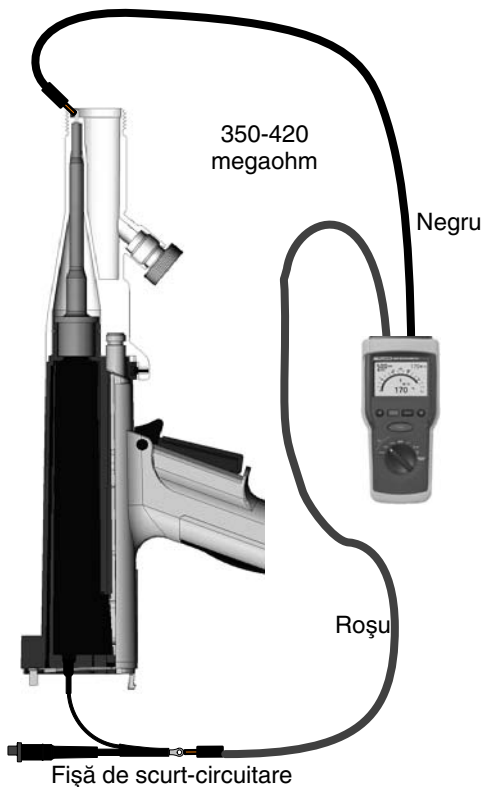

Figura 13 Testul cu Fișa de scurt-circuitare
Utilizați fișa opțională de scurt-circuitare prezentată în Figura 13 atunci când testați rezistența de la priza multiplicatorului la pistonul cu arc al adaptorului. Citiți *Opțiuni* din *Piese* pentru codul de produs al fișei de scurt-circuitare.
1. A se vedea Figura 13. Îndepărtați capacul de capăt și duza de pe pistolul de pulverizare.